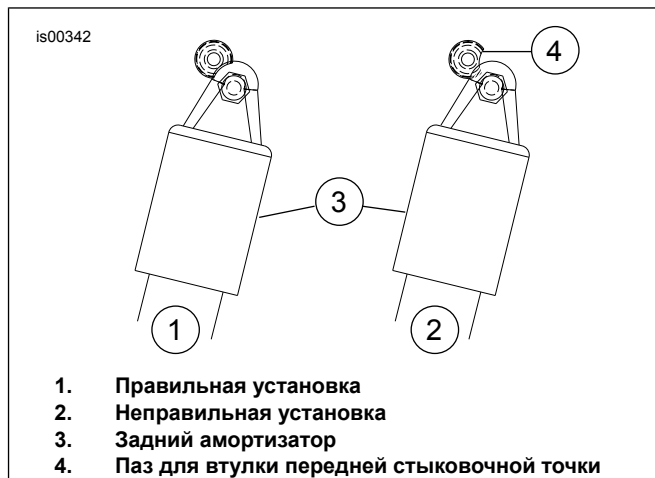

Рисунок 6. Положение паза стыковочной точки
- Протолкните винт через небольшие отверстия в кронштейне (K) и крышку опоры крыла.
- Вверните винт в приварную гайку на опоре крыла (или гайку (O) для моделей 1994–1996 года выпуска).
- См. Рисунок 6 . Поворачивайте паз втулки (4) до «правильного» положения (1).